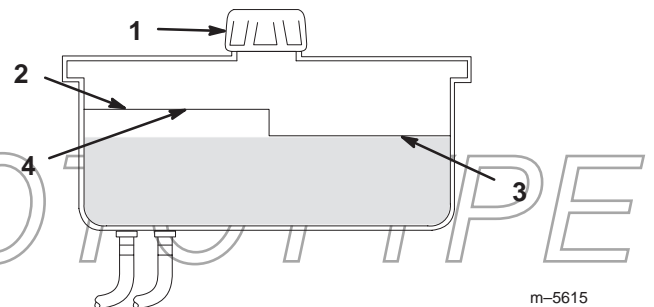

Figure 49
2. Nettoyez la surface autour du goulot de remplissage du réservoir hydraulique (Fig. 49).
3. Enlevez le bouchon du goulot de remplissage et vérifiez si le réservoir contient du liquide (Fig. 49).
- Remarque :** Lorsque l'huile est chaude, le niveau de liquide doit atteindre le haut du repère **à chaud** sur le déflecteur (Fig. 49).